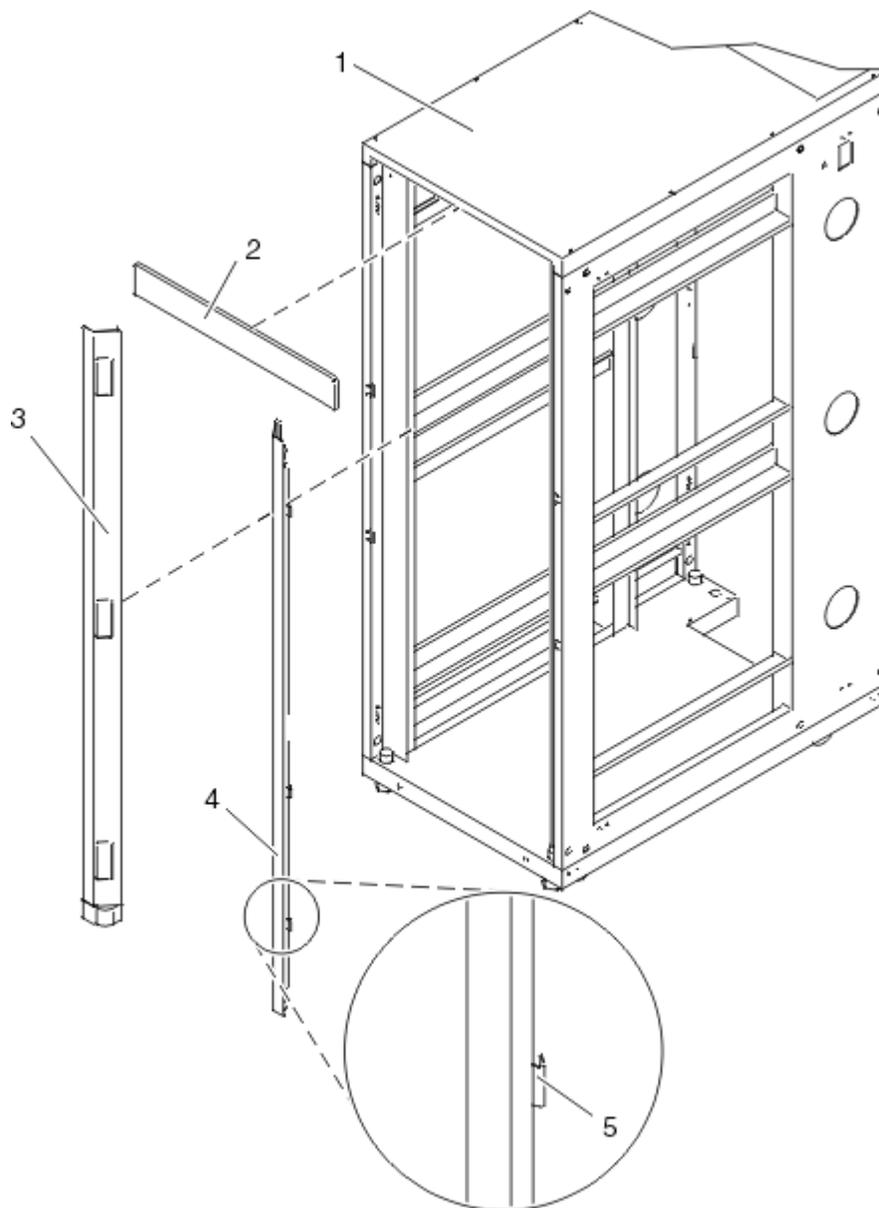

Figura 4. Remover os painéis de ajuste
2. Se forem instalados, remova os painéis de ajuste superior, da esquerda e da direita. Os painéis de ajuste são fixados com grampos de mola. Consulte a Figura 4 na página 7.